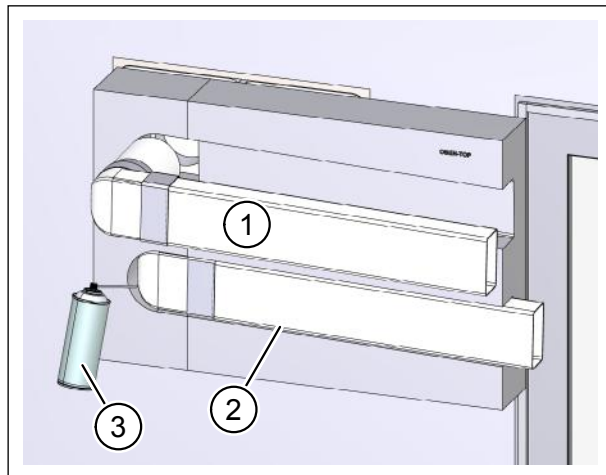

Abb. 23: Luftkanäle einsetzen und fixieren
- ▶ Schieben Sie die Luftkanäle (Pos. 1 in Abb. 23) bis zum Anschlag in das Montageset Fensterlaibung ein.
- ▶ Positionieren Sie die Flachkanäle so, dass diese auf der Unterseite (Pos. 2 in Abb. 23) des Montagesets Fensterlaibung aufliegen.
- ▶ Fixieren Sie die Flachkanäle im Montageset Fensterlaibung mit Montageschaum (Pos. 3 in Abb. 23).